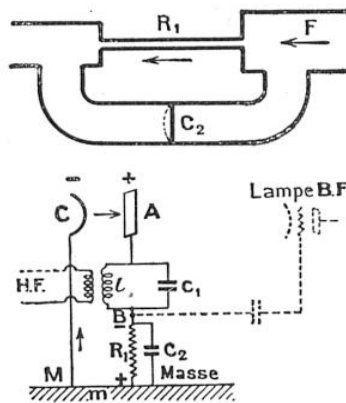

FIG. 16. — MÉCANISME DE LA DÉTECTION PAR LAMPE DIODE ET ANALOGIE HYDRAULIQUE
Les oscillations de haute fréquence sont appliquées entre la cathode et l'anode de la lampe diode (fig. 16). Chaque fois que, sous l'influence des oscillations, l'anode sera positive, le courant passera dans le circuit $CABM$ (1). Ce courant sera redressé comme l'indique la courbe *b* de la figure 15. Chaque impulsion, par suite de la chute de potentiel à travers la résistance *R*, rendra le point *B* négatif par rapport au point *M* (fig. 16). Il est évident que plus l'amplitude
(1) Nous avons tracé le sens réel du courant, celui du trajet des électrons, qui est, on le sait, l'inverse du sens du courant que l'on convient d'adopter d'ordinaire, du plus au moins.